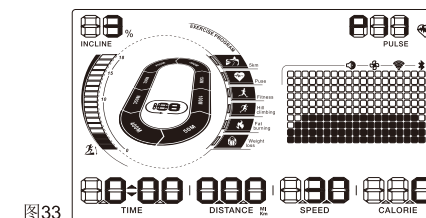

图33
2. 连续按下面板上Training Prog键 ，直至屏幕上出现P11字样。（图33所示）